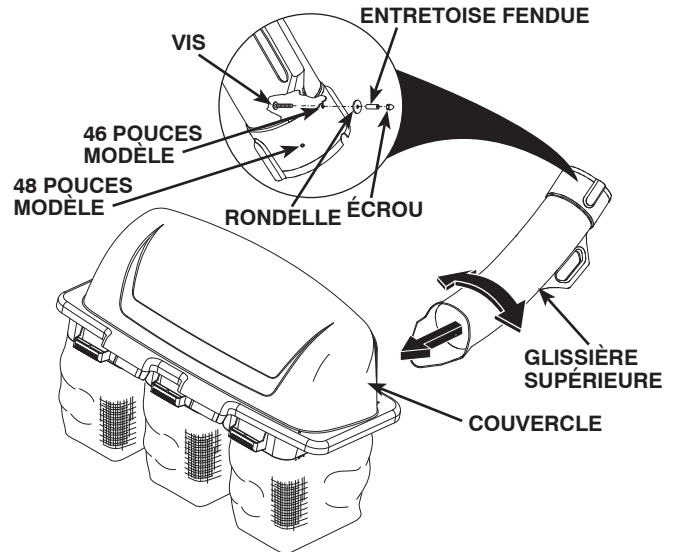

FIG. 5A
## 5 GLISSIÈRE SUPÉRIEURE (Voir Figs. 5A & 5B)
2. Assemblez et installez le matériel loquet goupille dans le trou approprié comme le montre la figure 5a.